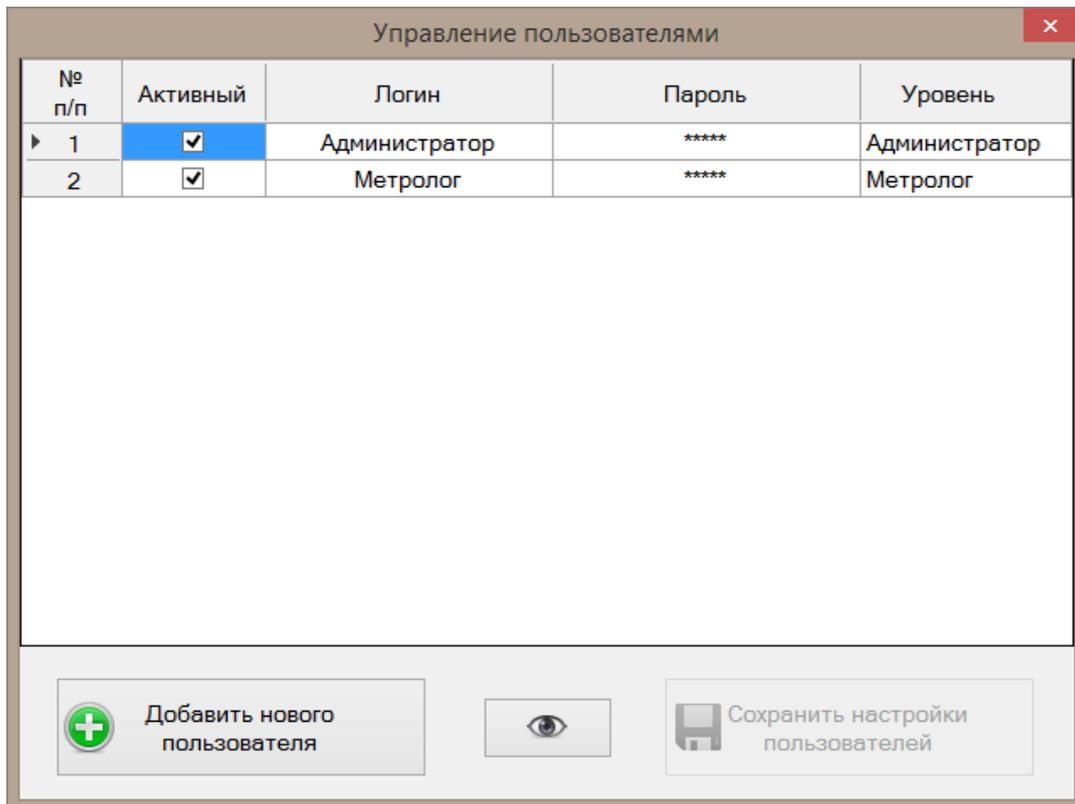

Рисунок 12 – Управление пользователями
4. «Управление пользователями» - добавление и корректировка пользователей (рис. 12);